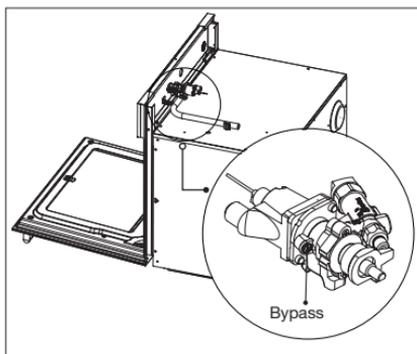

Fig. 31
5. Regule el By Pass de la válvula termostática, ver fig. 31, cerrándolo a tope (gírelo en sentido horario), con la llave contenida en el kit de conversión (parte plana), la anterior operación se realiza por la parte superior del horno.